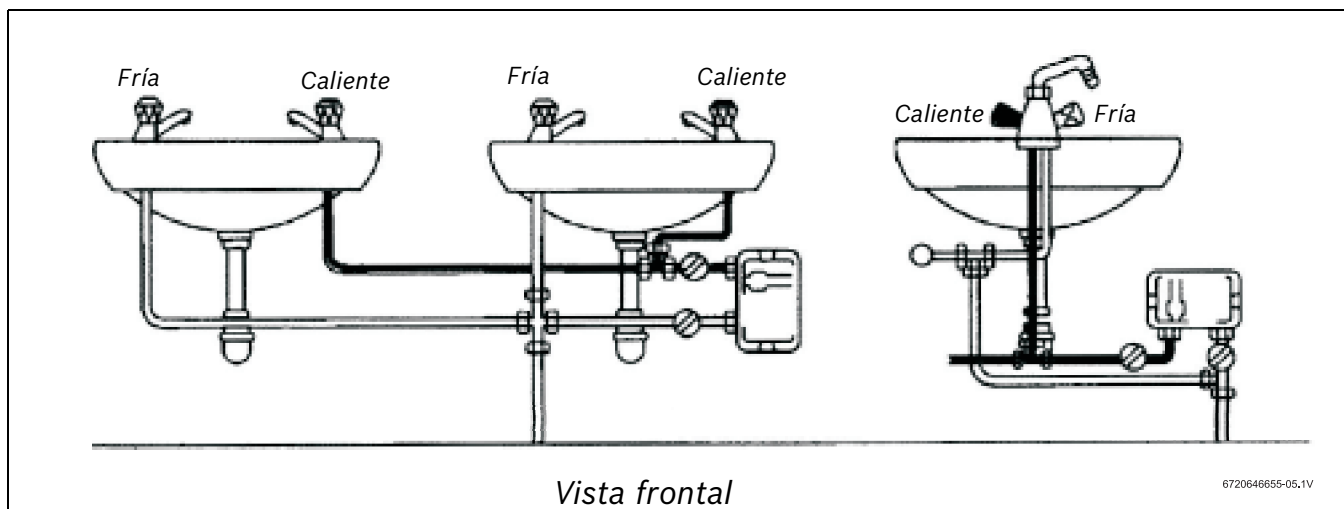

Fig. 6 Ejemplos de instalaciones
- Móntese sólo como se muestra en Fig. 6 con las conexiones de agua situadas en la parte inferior o en el lado derecho de la unidad.